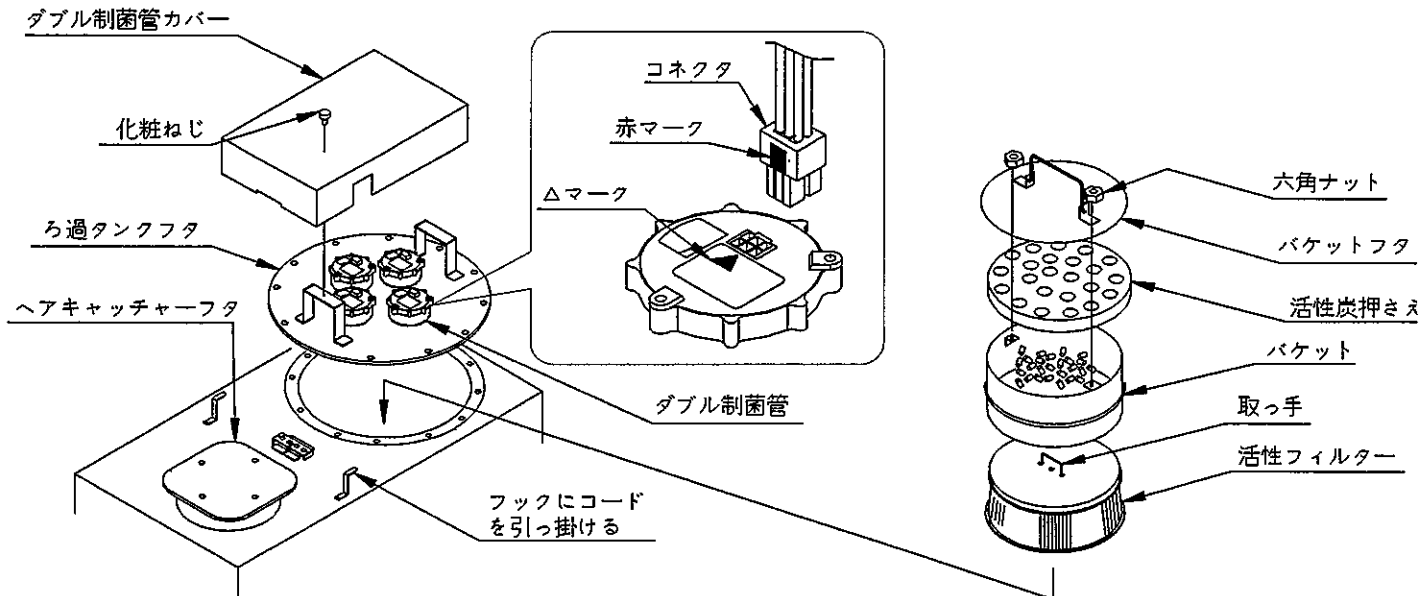

図10-2 活性炭、活性フィルターのセット
（図10-2参照）
- ③ ろ過タンクに下から活性フィルター、バケットの順に入れる。（図10-2参照）